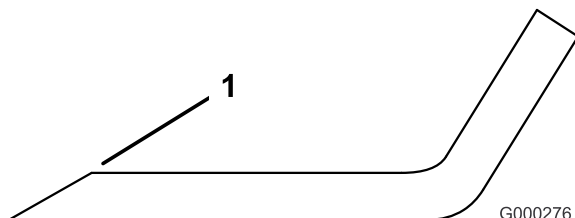

Figure 77
1. Au moyen d'une lime, aiguisiez les tranchants aux deux extrémités de la lame (Figure 77) Veillez à conserver l'angle de coupe d'origine. Limez la même quantité de métal sur chacun des deux tranchants pour ne pas déséquilibrer la lame.